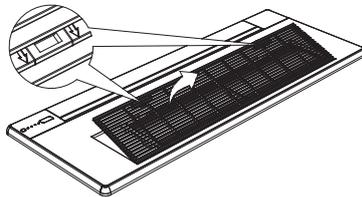

Figura 3.13
1. Puxe na direção indicada pela seta do interruptor da grelha para desbloquear o prendedor e remover a grelha de ar de retorno (figura 3.13);